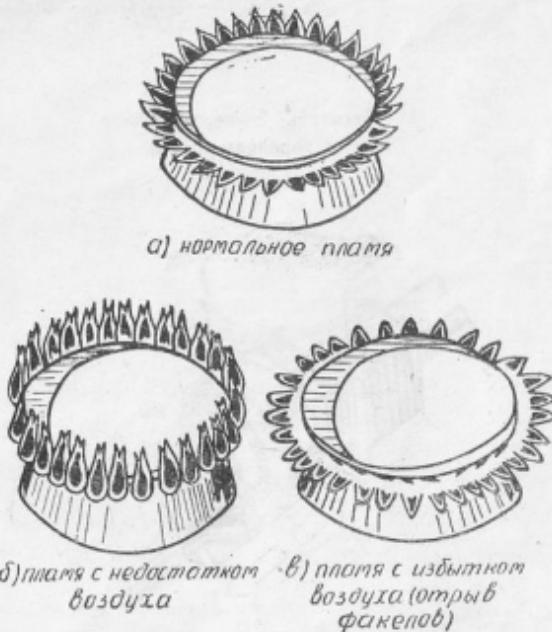

Рис. 2. Картина горения.
Длина языков пламени одинакова во всех отверстиях горелки (см. рис. 2).
7. 4. При нормальном горении пламя горелок спокойное и имеет отчетливые, ярко выраженные голубовато-зеленые ядра с фиолетовыми язычками (рис. 2).